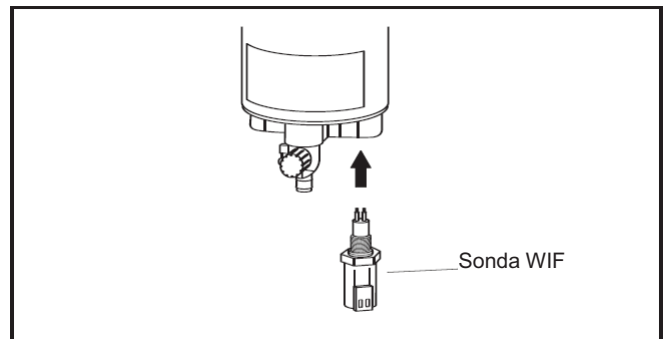

Figura 2 – Instalação da Sonda WIF
Passo 1 - Instale a Sonda WIF (3911940 S) na parte inferior do Diesel Pro (ver Figura 2).